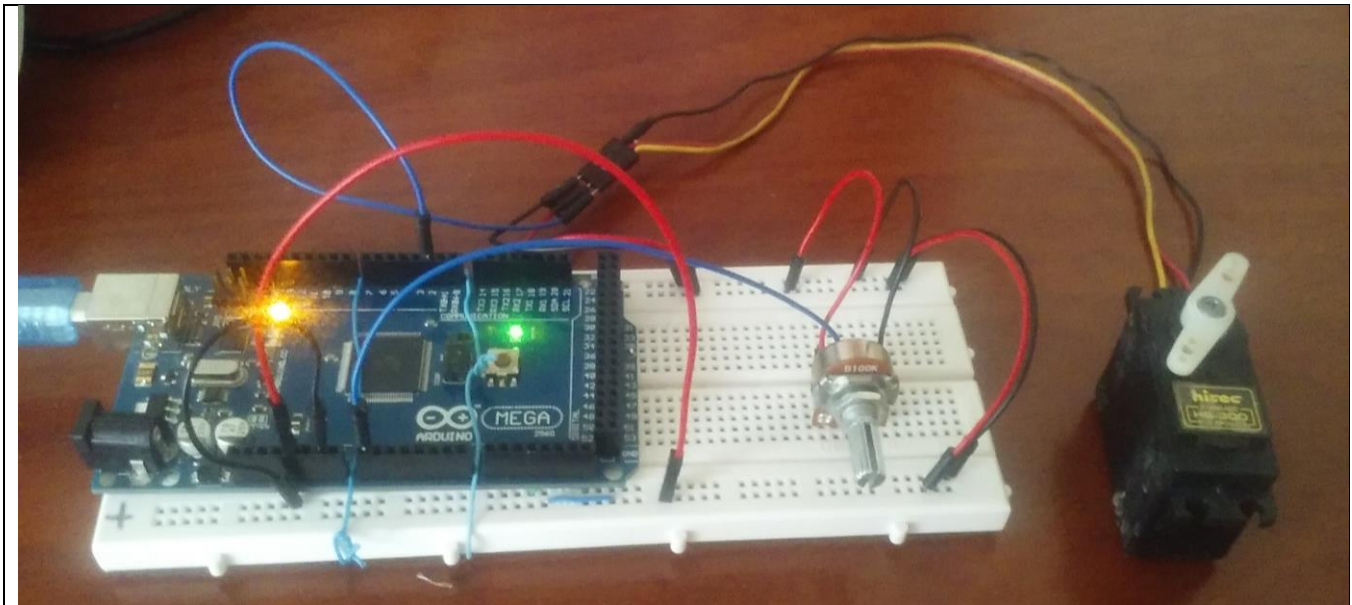

Figura No. 3 Circuito en protoboard
3. Montaje del circuito en protoboard. Usando un potenciómetro de 100 K Ω se hace el montaje en la protoboard teniendo en cuenta que los dos pines laterales uno va al negativo y el otro al positivo y el pin central se conecta a la entrada analógica Ao. De igual manera en el servomotor se conecta el cable rojo a Positivo y el Negro a negativo y el Amarillo a la salida 2 digital de Arduino, ver Figura No.3.